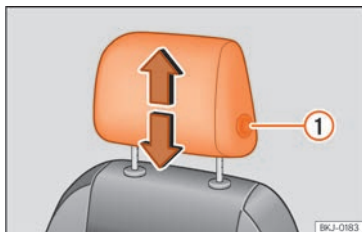
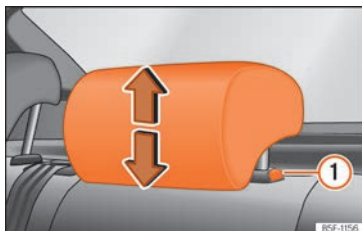

Fig. 110 Siège avant : réglage de l'appuie-tête.
Fig. 111 Appuie-tête arrière : réglage de l'appuie-tête.
appuyer sur le bouton » **fig. 110 ①**. Dans le cas des appuie-tête arrière, il suffit d'appuyer sur la touche » **fig. 111 ①** pour les abaisser » **Δ au chapitre Brève introduction à la page 141.**
- Appuyez sur le bouton latéral » **fig. 110 ①** et retirez les appuie-tête.